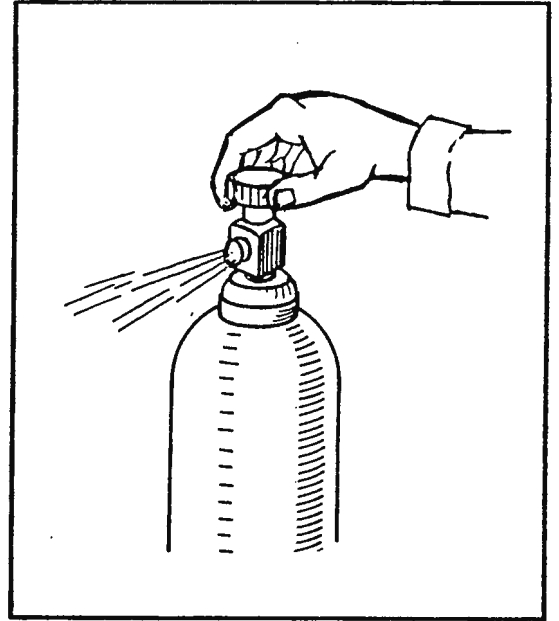

Fig. 17 Soplete de la Válvula
- 3) Sopletee el polvo de la conexión del regulador, abriendo y cerrando la válvula rápidamente.(Fig. 17)